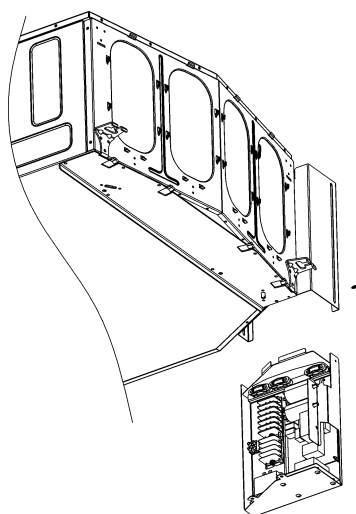

Fig. 29. Retirer le coffret du rail
3. Si nécessaire, sortir le coffret de son rail en retirant la vis (cf. fig.29).